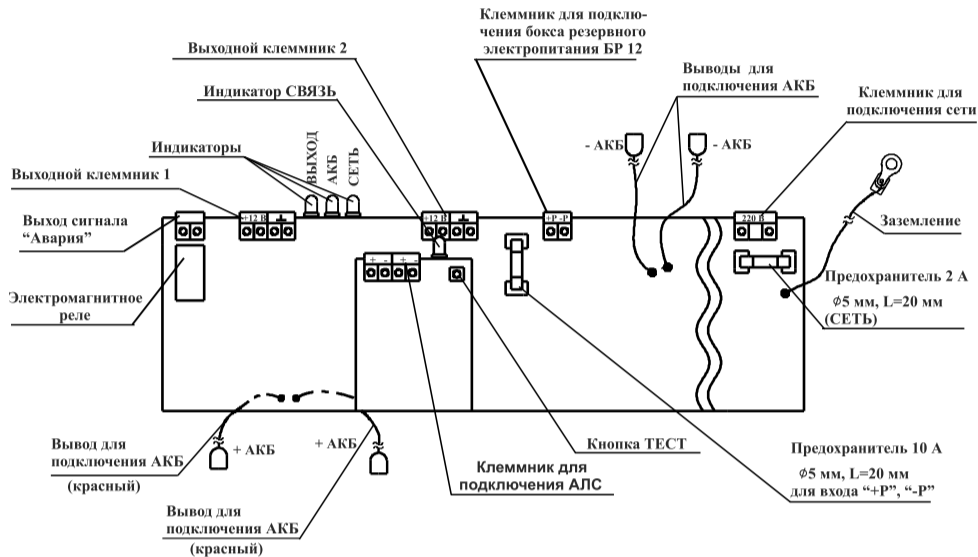

Рисунок 1
6.3 Подключение источника (Рисунок 1) производить в следующей последовательности: